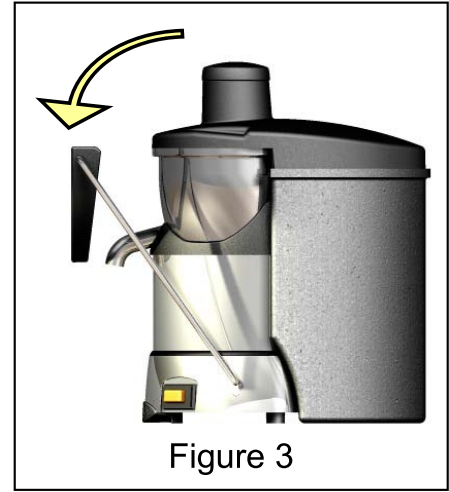

Figure 3
- Pour être en mesure de retirer le couvercle, tourner la poignée de serrage et tiges de serrage (9) ensemble à l'avant, Fig.3.
- Retirez le couvercle (2), la cuve (4) et le panier complet (5).
- Retirez le panier complet (5) et de laver à l'eau propre.
- Lavez tous les éléments en contact avec de la nourriture dans l'eau potable: le piston (3), le couvercle (2), la cuve (4) et le réservoir à pulpe (6).